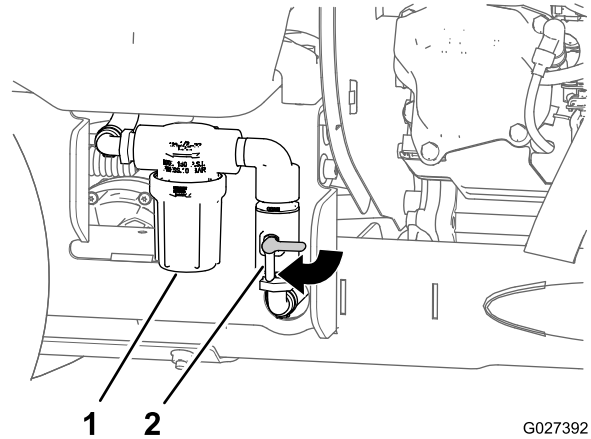

Figura 40
6. Gire la válvula de cierre de la bomba en sentido horario a la posición de ABIERTO (Figura 40).